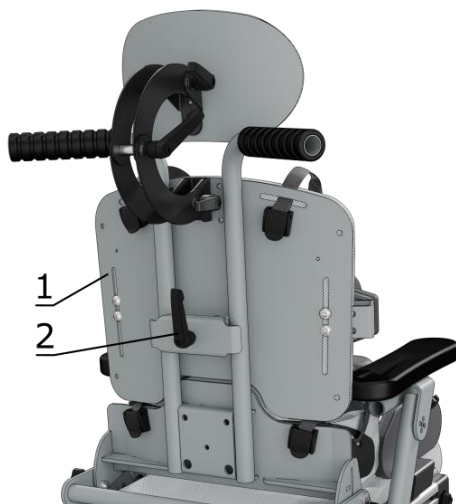

Рисунок 4. Настройка высоты спинки.
Для настройки высоты спинки (1) ослабьте фиксатор вертикального перемещения спинки вращая против часовой стрелки рукоятку (2). Установите нужную высоту спинки (1) и придерживая рукой спинку вращением по часовой стрелке плотно затяните рукоятку (2). (рис.4)